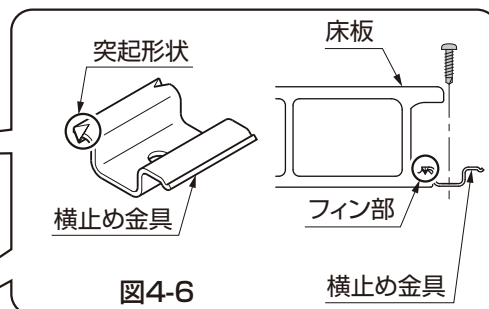

図4-6
- 横止め金具は突起形状のある側を床板のフィン部に取付けてください。(図4-6参照)